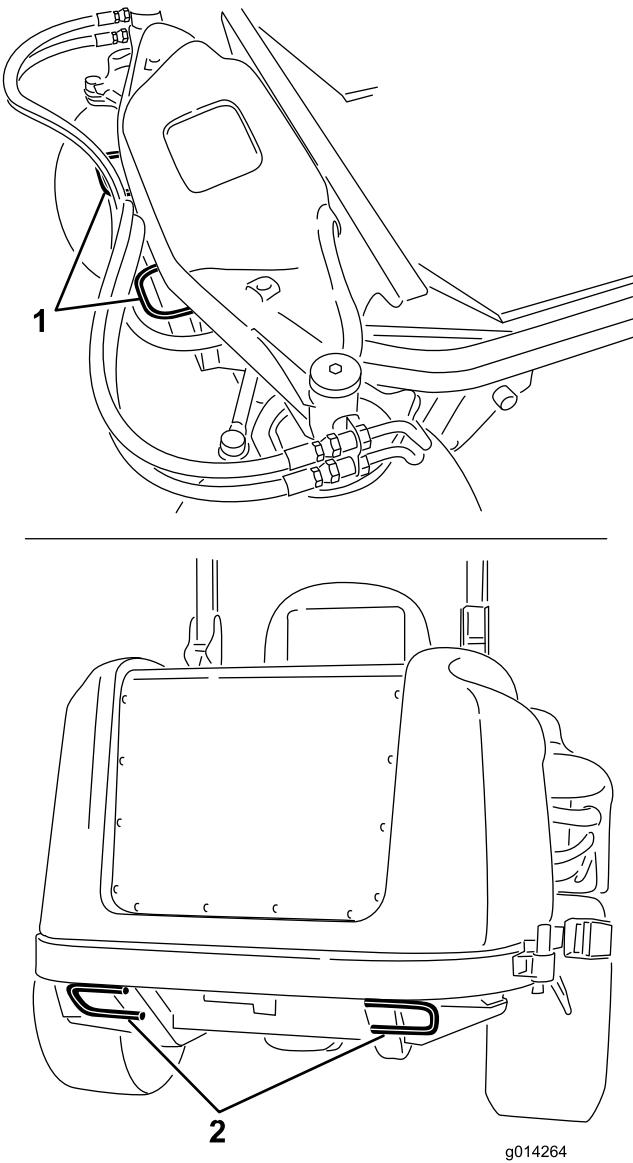

Figure 24
- Arrimez solidement la machine sur la remorque ou le véhicule de transport avec des sangles, des chaînes, des câbles ou des cordes, selon les exigences de la réglementation locale en vigueur dans votre région (Figure 24).